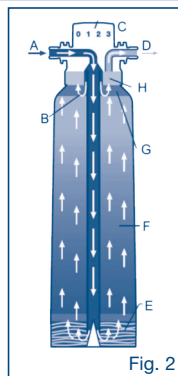

Fig. 2
Diagrama de flujo (Fig.2). El agua corriente está entrando al cartucho de filtro (A). En la sección (E) un prefiltro elimina las partículas y las sustancias de gusto y olor (por ejemplo cloro) se eliminan con carbón activado. Después la descarbonización se lleva a cabo mediante intercambio de iones en la sección (F). Finalmente, el agua es tratada mediante carbón activado (G) y las partículas se eliminan mediante un filtro (H).